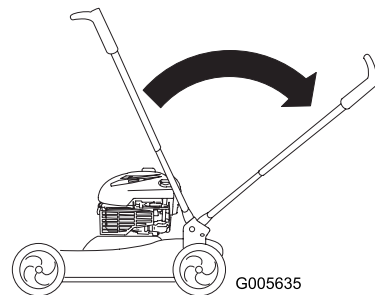

Figura 39
3. Para desplegar el manillar, simplemente ponga el manillar en la posición de operación (Figura 39).